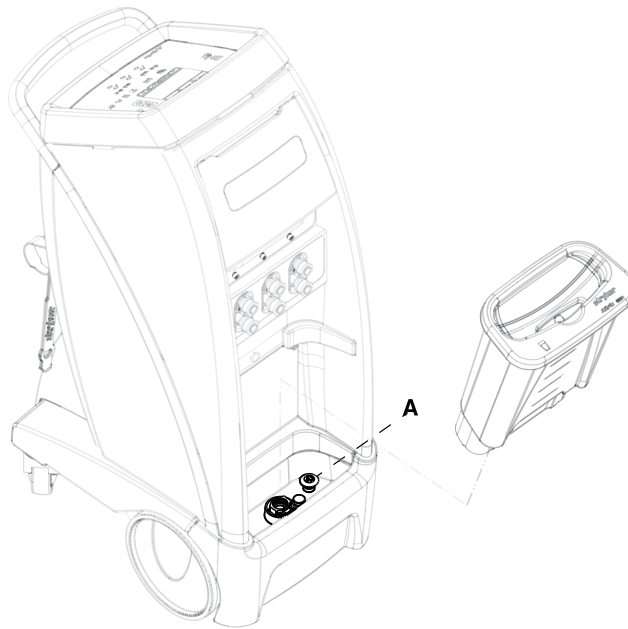

Рисунок 12-20: Сливная пробка
- Извлеките резервуар и потяните сливную пробку (А) вверх, чтобы открыть сливное отверстие (Рисунок 12-20 на странице 12-40).